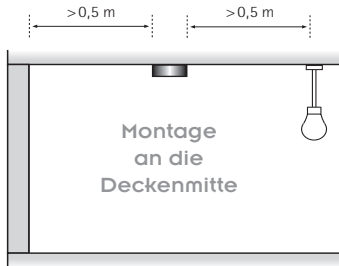

Abb. 1
- Mindestens 50 cm von Wänden entfernt (siehe Abbildung 1).